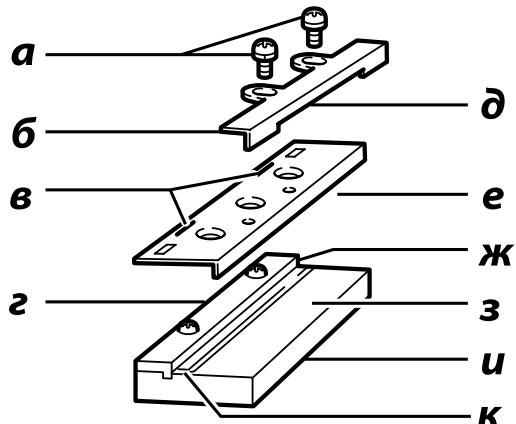

Рис. 3
- 2.** Для установки лезвий, слегка присоедините регулировочную пластину к установочной пластине с помощью винтов с потайной головкой и установите мини-лезвие для строгального станка на шаблонное основание, чтобы отрезной край лезвия был полностью заподлицо с внутренним краем шаблонной пластины (Рис. 3).